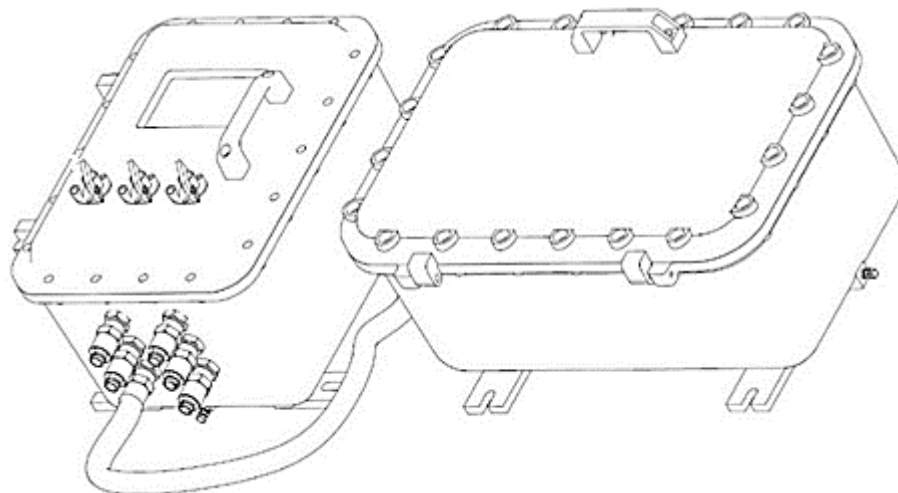

Рис.1. Внешний вид «РИП-12-ПКВ-Exd исп. 56» и «РИП-24-ПКВ-Exd исп. 57»
1.4.1 РИП с напряжением питания 12В или 24В представлен на рис. 1 и представляет собой две отдельные литые оболочки. Одна оболочка имеет вид взрывозащиты по ГОСТ 60079-1-2013 «взрывонепроницаемые оболочки «d», а вторая оболочка с АКБ по ГОСТ 31610.7-2017 (IEC 60079-7:2015) «повышенная защита вида «e».